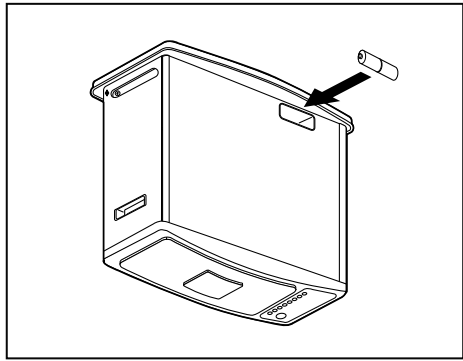

Fig. 3
6. **INSTALACION DE BATERIAS** (fig. 3)
• Meta dos (2) baterias "D" (vienen con este calentador) de acuerdo a las marcas de simbolos positivos (+) y negativos (-) indicados en la caja.